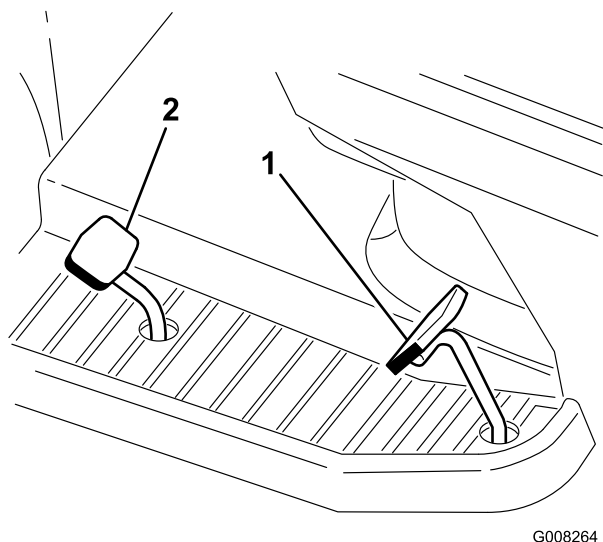

Bild 17
2. Gehen Sie mit dem Fuß auf das Fahrpedal und drücken Sie das Pedal langsam nach vorne (Bild 17).
2. Stellen Sie den Fuß auf das Gaspedal zum Rückwärtsfahren und treten Sie das Pedal langsam durch um rückwärts zu fahren (Bild 17).